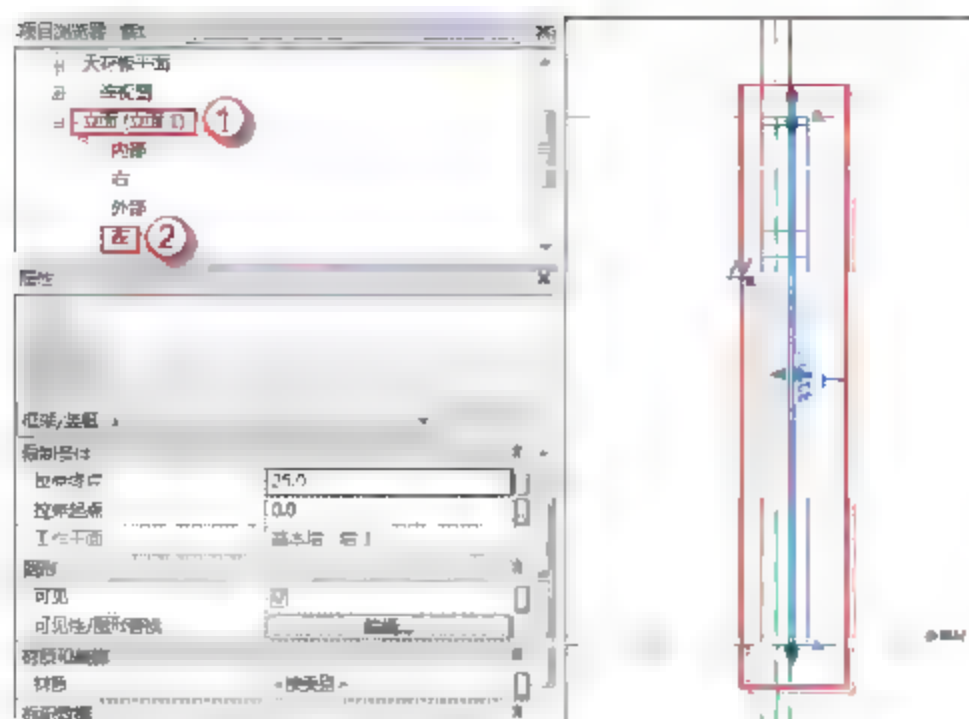

图 6.1.54 双开门 M2030 的左立面视图
(10) 选择“项目浏览器”中的“立面 (立面 1)”→“左”选项, 可以进入双开门 M2030 的左立面视图, 如图 6.1.54 所示。